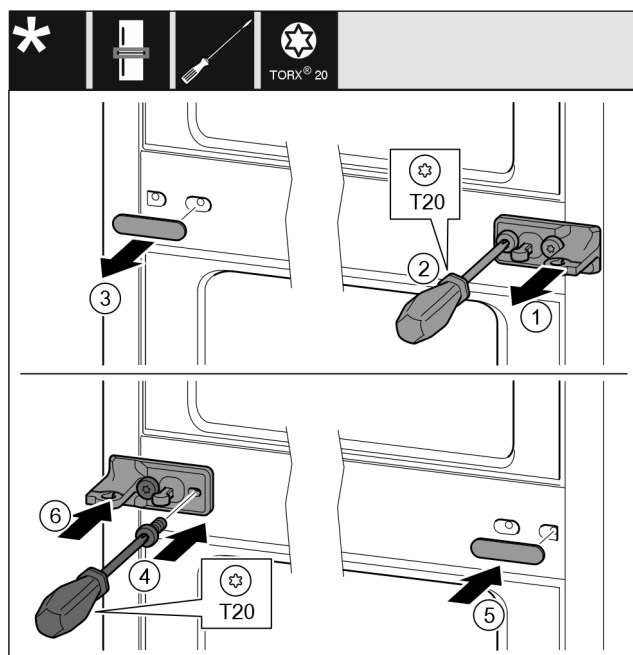

Fig. 38
- ▶ Hiqni kapakun Fig. 38 (1).
- ▶ Lironi vidat Fig. 38 (2) me një kaçavidë.
- ▶ Hiqni me kujdes kapakun mbulues Fig. 38 (3).
- ▶ Mbërtheni fort bazamentin mbështetës me pllakë Fig. 38 (4) në anën tjetër të rrotulluar me 180°.
- ▶ Vendosni kapakun mbulues Fig. 38 (5) në anën tjetër, të rrotulluar me 180°.
- ▶ Shtyni kapakun Fig. 38 (6) brenda nga përpara.